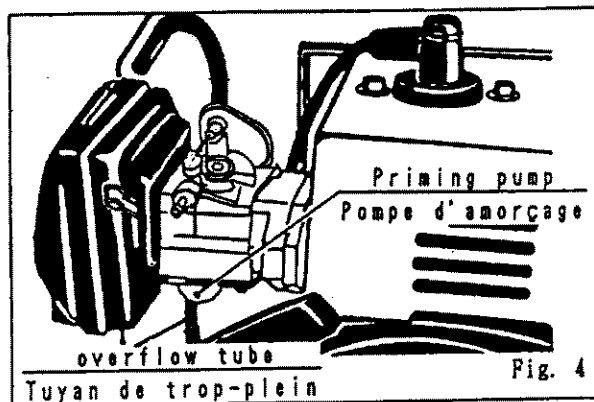

Fig. 4
2. Push the priming pump. (Fig. 4)
2. Actionner la pompe d'amorçage. (Fig. 4)